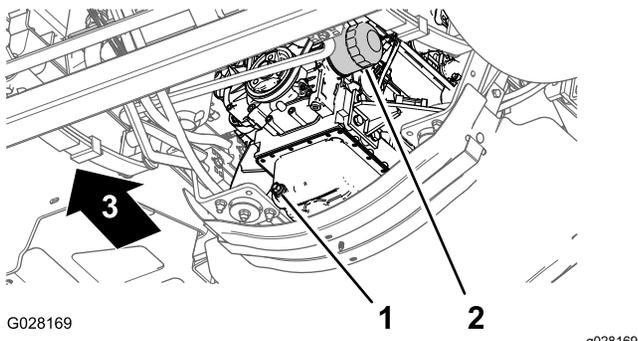

Figura 75
3. Coloque un recipiente de drenaje debajo del filtro de aceite del motor (Figura 75).
4. Retire el filtro de aceite usado (Figura 75).
8. Instale el filtro de aceite en el adaptador de filtro, gire el filtro de aceite en sentido horario hasta que la junta de goma entre en contacto con el adaptador del filtro, luego apriete el filtro media vuelta más (Figura 75).
1. Coloque un recipiente debajo del tapón de vaciado (Figura 75).
2. Retire el tapón de vaciado y deje que el aceite se drene completamente (Figura 75).